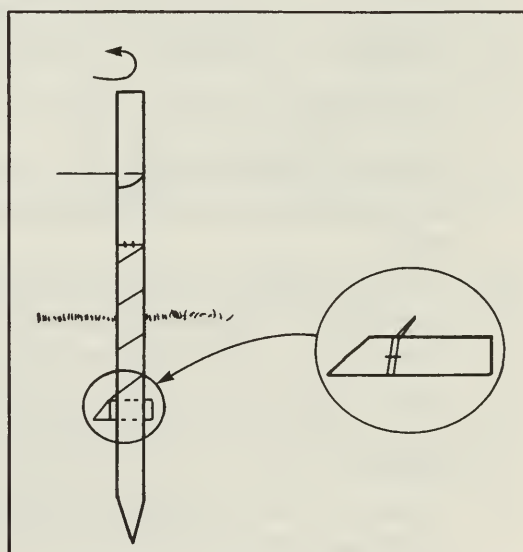

Fig. 19 Tirant d'ancrage pour empêcher la rotation excessive d'un poteau d'extrémité.
2. Enfoncer le poteau jusqu'à une profondeur de 122 cm. Certains sols sont particulièrement mous (comme les marécages); dans ces cas, les poteaux sont souvent maintenus par des tirants d'ancrage (fig. 19). Ceux-ci peuvent être fabriqués à partir d'une courte pièce